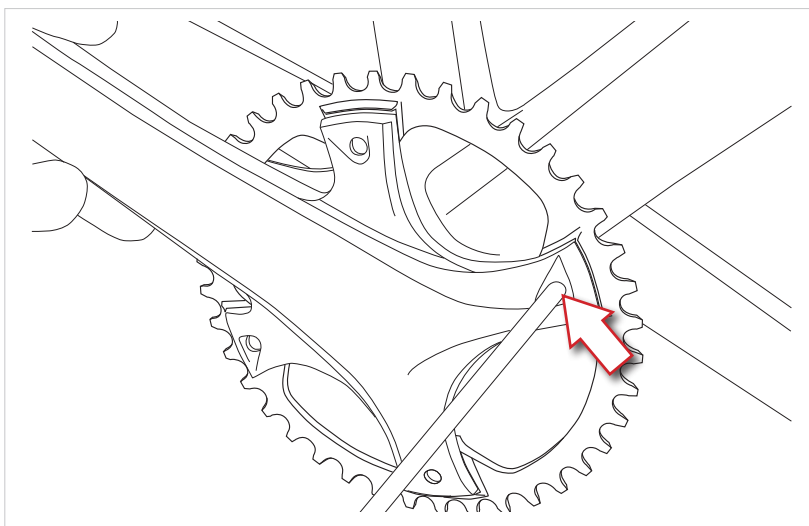

Fig.4
- **SOLO PARA EKAR:** también se puede acceder a los tornillos desde la parte exterior de la bicicleta, pero procure no dañar la superficie del conjunto de platos y bielas y recuerde que el sentido de rotación de la llave será opuesto al sentido normal (Fig.4).